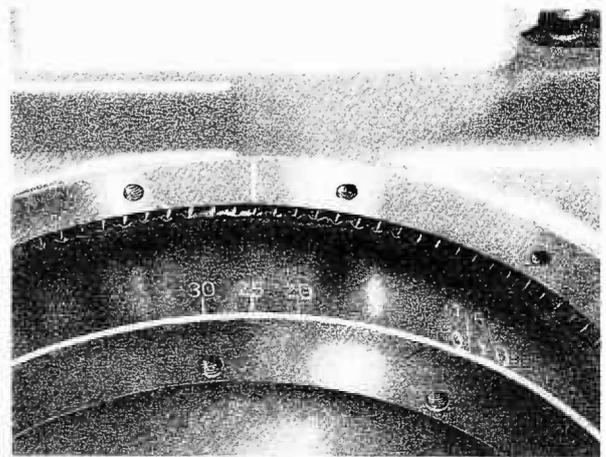

Abb. 122 Schwungradmarkierung zur Einstellung an der oberen Kurbelgehäusemarkierung
Zur Kontrolle trägt jedes Schwungrad 2 Markierungen, für den oberen Totpunkt (OT) und die Kurbelwinkel (KW) 20, 25 und 30° vor OT. Die in Abbildung 122 dargestellten Markierungen werden benutzt, wenn die auf der Anschlußfläche des Kurbelgehäuses angebrachte Markierung zugänglich ist.